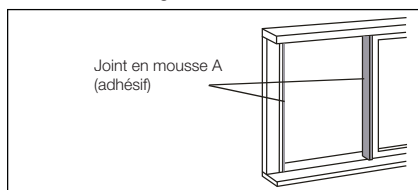

Fig. 18
1. Coupez les joints en mousse (adhésifs) à la bonne longueur et fixez-les au contour de la fenêtre. Voir Fig. 18.